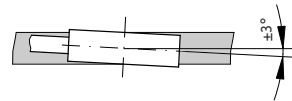

Abb. 6: Definition der Zählrichtung / Montage
- **Auf richtige Ausrichtung bezüglich der Zählrichtung achten (Abb. 6).** Dies ist unerheblich falls sich die Zählrichtung in der elektronischen Auswertung umkehren lässt. (wie z.B. bei den Magnetbandanzeigen von SIKO)
sowie Winkeltoleranzen beachten, diese müssen über die gesamte Messstrecke eingehalten werden! (Abb. 6)